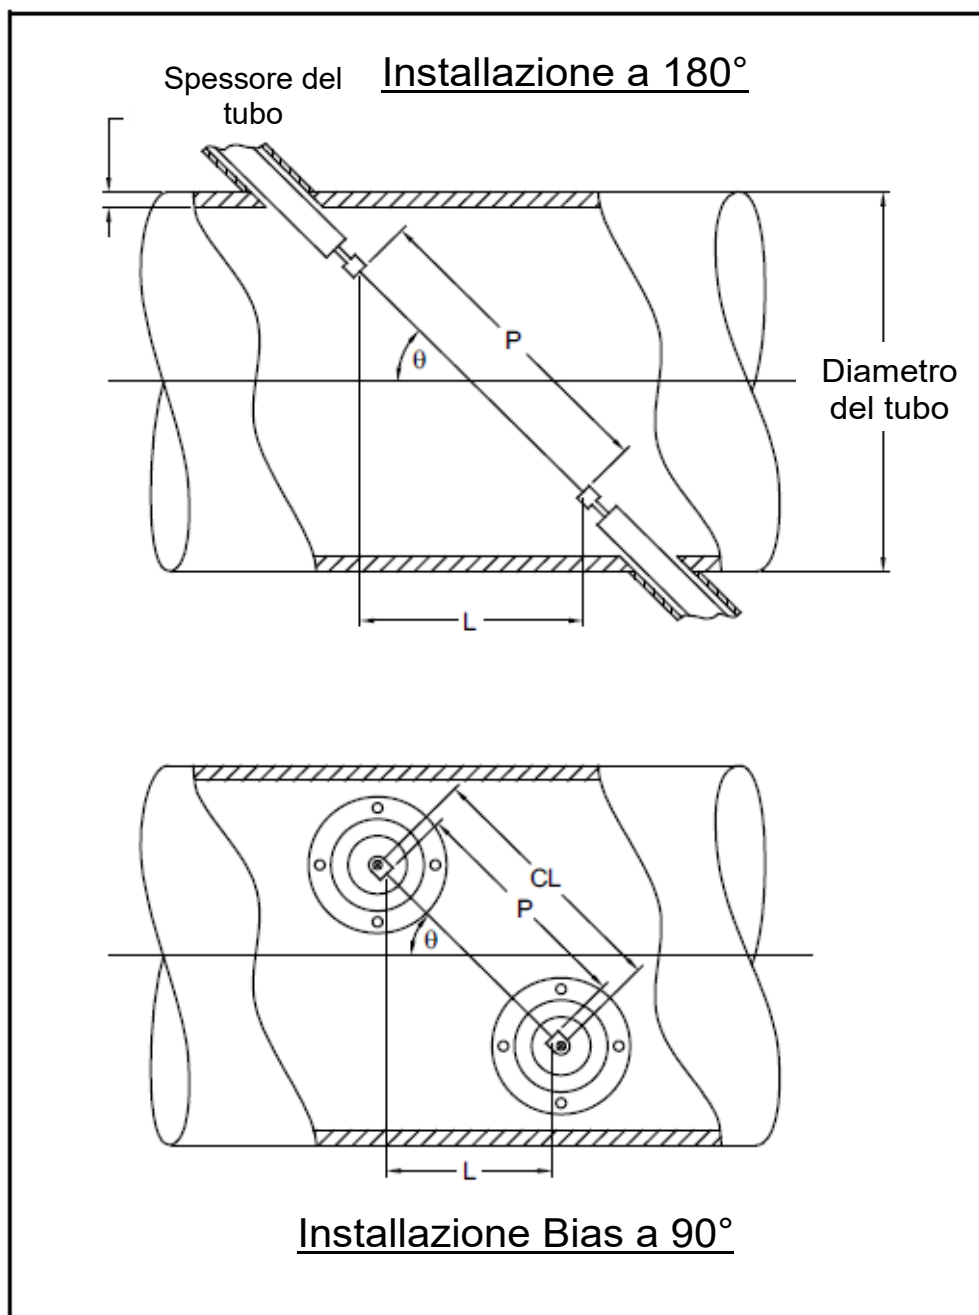

Figura 22: Vista dall'alto delle installazioni tipiche dei trasduttori
L'accuratezza dei valori P e L programmati è fondamentale per ottenere misure precise della portata. Se Panametrics fornisce la cella a flusso per il sistema, i valori corretti saranno inclusi nella documentazione fornita con il sistema. Per i trasduttori installati su una tubazione esistente (vedere Figura 22 a pagina 68), P e L devono essere misurati sul posto. Questa appendice fornisce le istruzioni per determinare correttamente queste dimensioni.
Quando possibile, misurare fisicamente la distanza faccia a faccia (P) e la distanza assiale (L) tra i centri delle facce piane dei trasduttori. Fare riferimento alla Figura 22 a pagina 68 per un'illustrazione delle distanze corrette da misurare in un'installazione tipica.
Con l'installazione di un trasduttore Bias 90°, talvolta accade che gli unici parametri noti siano l'angolo del trasduttore (θ) e la distanza intermedia tra i corpi del trasduttore (CL). In questi casi, è ancora possibile calcolare P e L combinando l'equazione C-1 con l'equazione aggiuntiva C-2 (vedere Figura 22 a pagina 68):